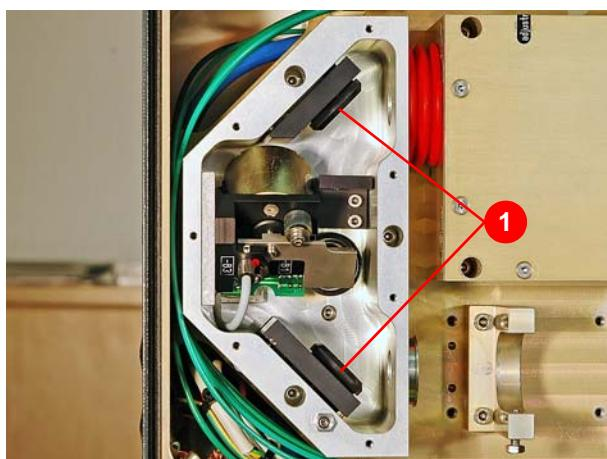

Abbildung 5.10 Umlenkspiegel ausbauen
4. Umlenkspiegel (1) (Abbildung 5.10) herausschrauben und auf einer sauberen Unterlage ablegen.